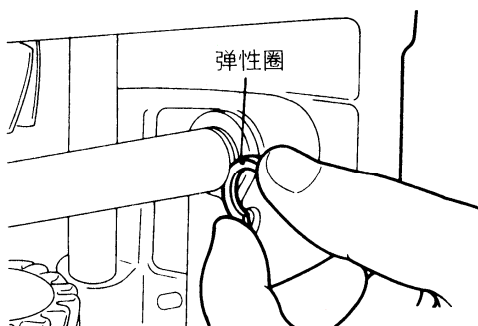

图 3-78 安装弹性圈
(24) 安装弹性圈（图 3-35 中零件号为“23”）时，如图 3-78 所示，选择并安装弹性圈使换挡杆端隙能达到标准值的要求。弹性圈控制环侧的标准值为 0.1~0.4mm，隔圈侧的标准值为 0.1~0.45mm。